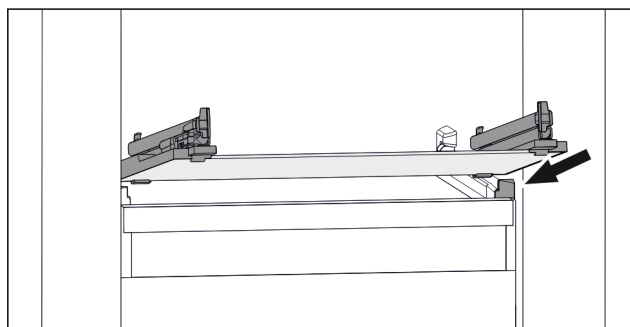

Fig. 51 Stiklinės lentynėlės atvaizdo pavyzdys
- ▶ Uždėkite stiklinę lentynėlę įstrižai už stabdiklių. (žr. Fig. 51)